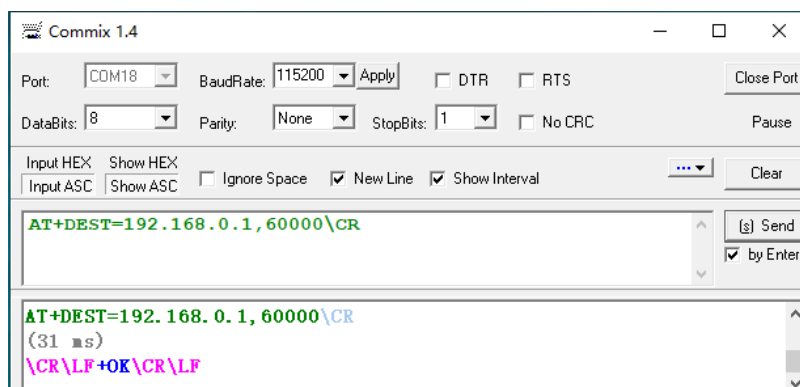

图 9-7 目标网络 IP、端口设置界面
5) 设置目标网络 IP、端口，如图 9-7 所示，目标 IP 设置为 192.168.0.1，端口设置为 60000;
6) 如图 9-7 所示，所有参数设置完成后，退出 AT 指令模式，程序自动返回透传模式。